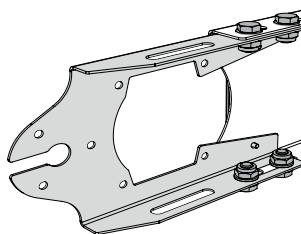

Bild 48. Fäste för huvudströmbrytare monterad intill CD 20.
4. Om bakgavellyften ska utrustas med huvudströmbrytare och/eller handhållet manöverdon CD 18, montera tillhörande fästplåt vid sidan av CD 20, se Bild 48.